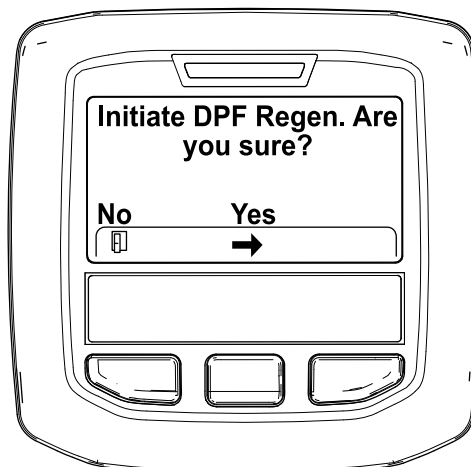

Figura 50
4. Quando surgir a mensagem "Initiate DPF Regen. Are you sure?" (Iniciar Regen. DFP. Tem a certeza?), prima o botão central (Figura 50).